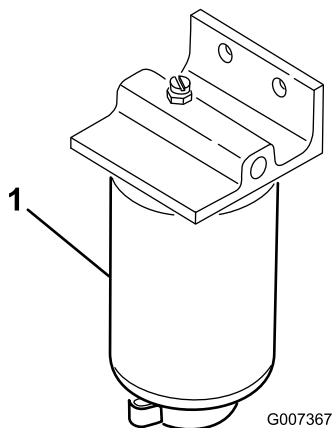

Figura 78
1. Coloque um recipiente limpo debaixo do filtro de combustível(Figura 78).